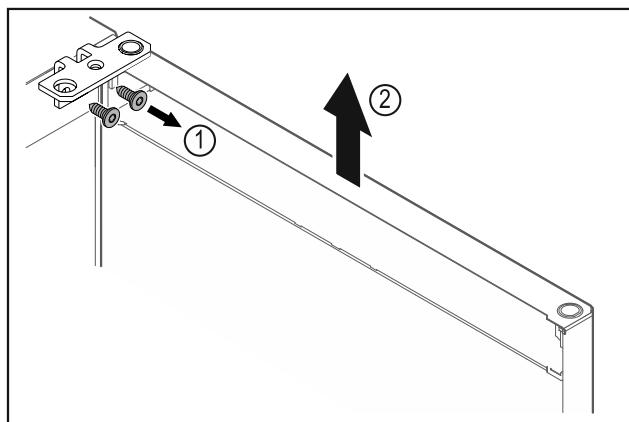

Fig. 9
- Noskrūvējet lokāmos kronšteinus Fig. 9 (1).
- Paceliet durvis kopā ar lokāmajiem kronšteiniem Fig. 9 (2) apmēram 200 mm taisni uz augšu un noņemiet tās.